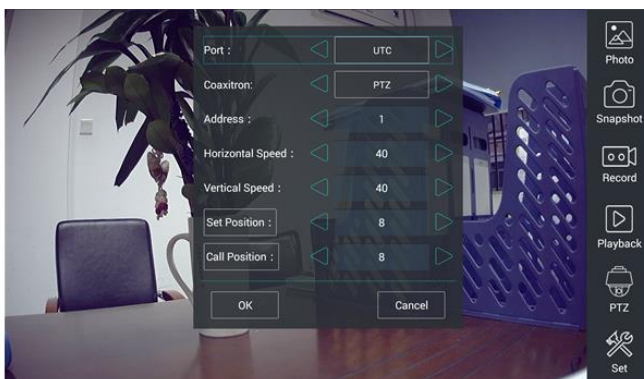

Рис. 110 Настройки для управления PTZ TVI видеокамерой по коаксиальному кабелю
- 7) В строке Соахитрон выберите соответственно PTZ (рис. 110);